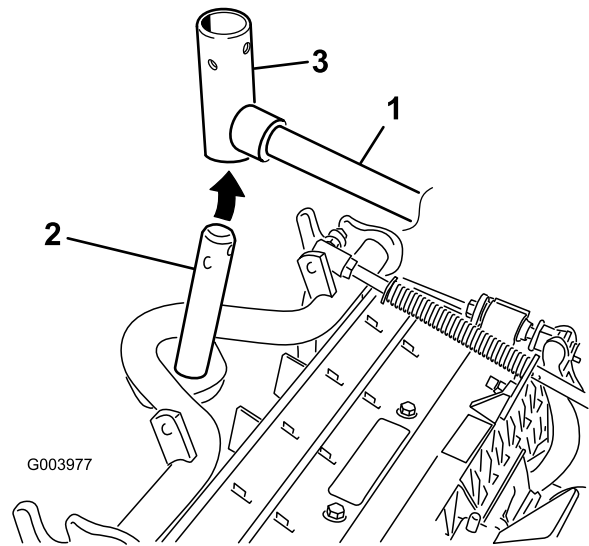

Bild 10
8. Vorderen Mähwerke: Schieben Sie ein Mähwerk unter den Hubarm und schieben Sie gleichzeitig den Trägerrahmenschaft in das Gelenkjoch des Hubarms (Bild 10).
B. Setzen Sie das Hubarmjoch in den Trägerrahmenschaft ein (Bild 10).